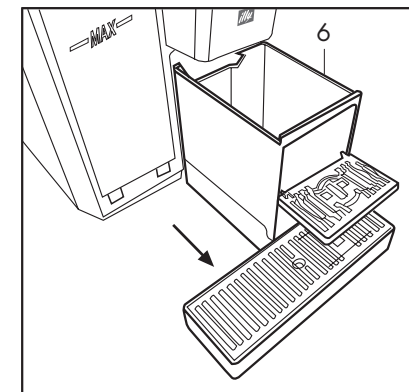
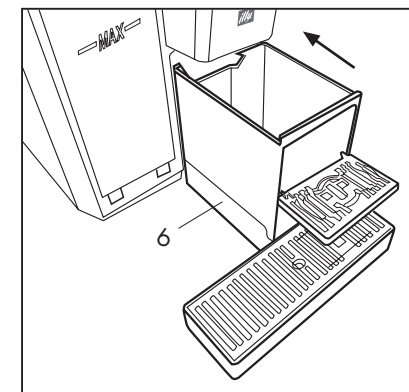

Abb. 15
Abb. 16
- Wenn der Kapselsammelbehälter (6) ist voll ist, hält das Gerät an; Die rote Alarm-LED leuchtet und die Meldung A03 erscheint auf dem Display (13), die Kapselschublade ist voll.
Nehmen Sie den Kapselbehälter (6) heraus, leeren und waschen Sie ihn (Abb. 15). Reinigen Sie die Tropfschale und das Gitter, um das abgetropfte Wasser und Kaffeerückstände zu beseitigen. Setzen Sie danach das Fach mit dem Kapselbehälter wieder ein (Abb. 16).